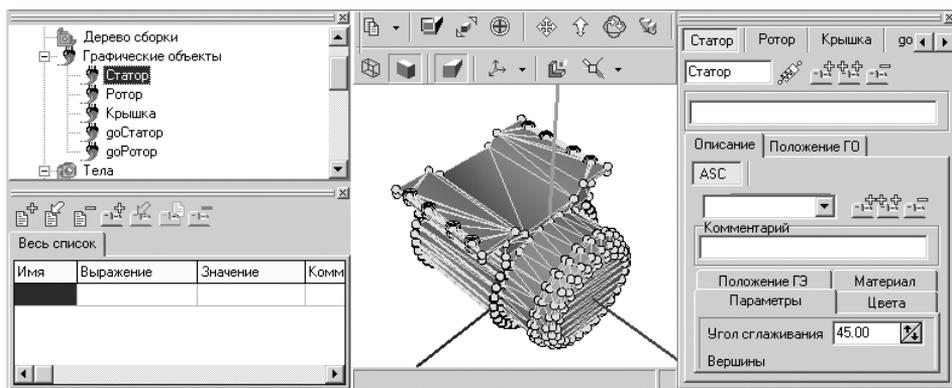

Рис. 2.93. Фрагмент главного окна системы **Универсальный механизм** с окном **Инспектор** после выделения в **Дереве элементов** графического объекта **Статор**
- щелкните в раскрывшемся списке графических объектов по объекту **Статор**. Появится соответствующее окно **Инспектор**, см. рис. 2.93;